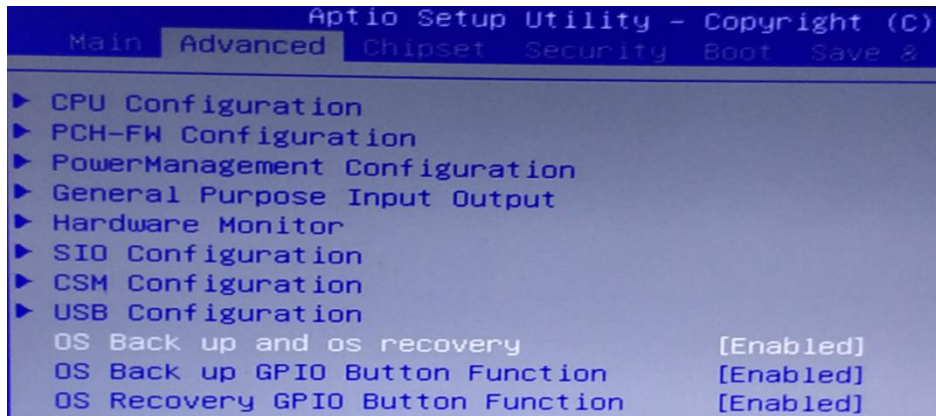

图 1 操作界面
(1) 检查工作：①由于备份及还原操作过程中机器均不能外接存储设备，在操作之前务必先检查确认 USB 接口未连接外部存储设备，如 U 盘等，否则备份还原会出现错误；②保证硬盘内存容量大小不小于 64G;
(2) 按电源键开机或上电开机后，连续重复按键盘上的 delete 键，就能进入备份操作界面（如图 1 所示）；
(1) 检查工作：① 由于备份及还原操作过程中机器均不能外接存储设备，在操作之前务必先检查确认 USB 接口未连接外部存储设备，如 U 盘等，否则备份还原会出现错误；② 保证硬盘内存容量大小不小于 64G；